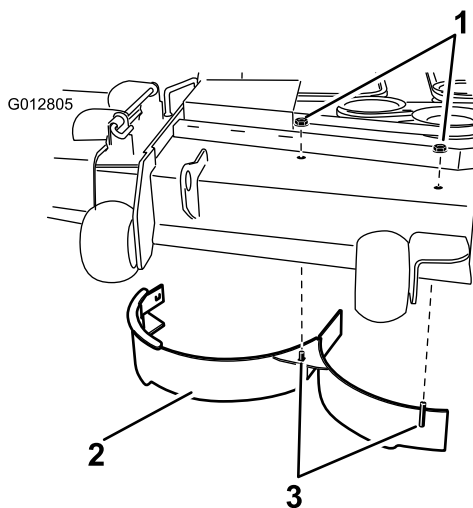

Figure 34
10. Retirez les deux contre-écrous (5/16 po) qui fixent les montants soudés du déflecteur droit sur le dessus du plateau de coupe, au centre et à droite du centre (Figure 34). Déposez le déflecteur droit du plateau de coupe.